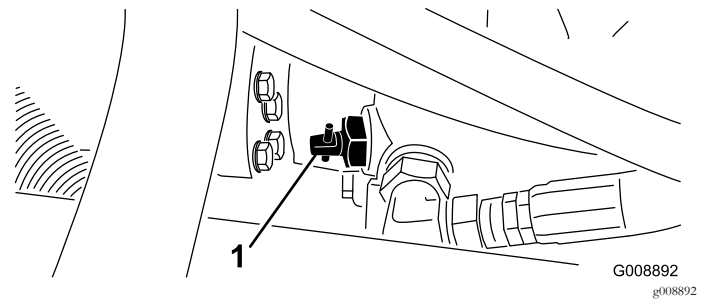

Bild 45
1. Ermitteln Sie das Sicherheitsventil an der Pumpe (Bild 45) und drehen Sie das Ventil um 90 Grad.